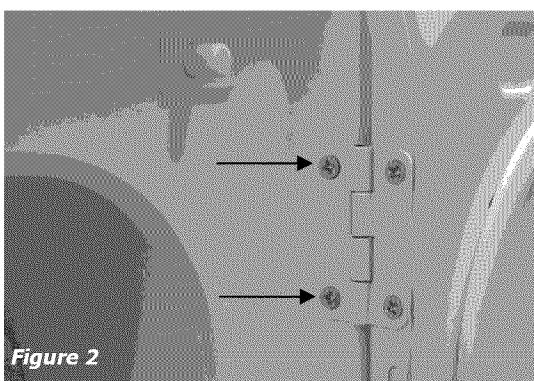

Figure 2
- Détendez les quatre (4) vis qui tiennent la charnière au Panneau Frontal. (Figure 2). Pour de meilleurs résultats, enlevez seulement une des vis. Enlevez ensuite les deux restants, entretemps prenez la porte fermement, pour éviter qu'il tombe et cause des dégâts à la charnière, le Panneau Frontal ou à la Porte. Après avoir détendu les vis restantes, enlevez les complètement.